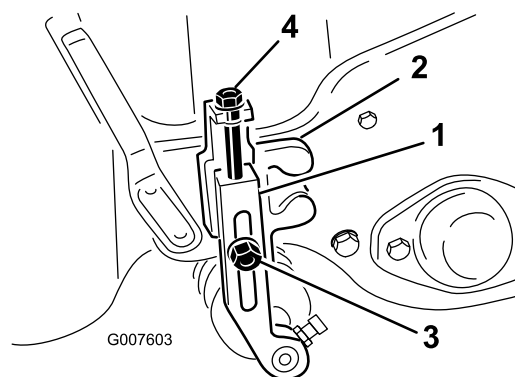

図 54
2. 刈り高アームを刈り高ブラケットに固定しているロックナットをゆるめる 図 54。